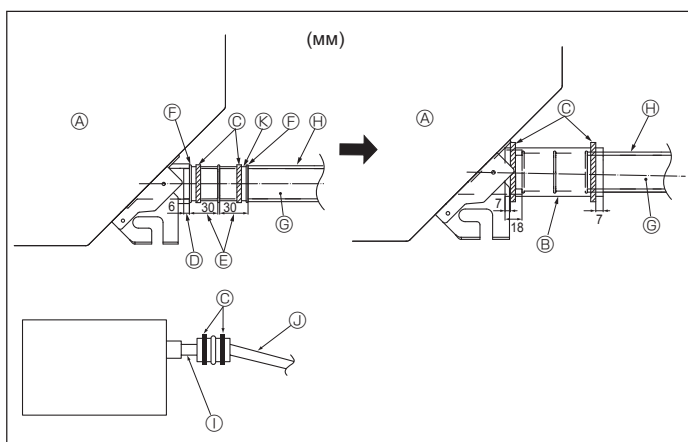

Fig. 3-5
1. Подсоедините соединительную муфту для дренажа (входит в комплект поставки прибора) к дренажному порту. (Fig. 3-5) (Закрепите трубу с помощью клея ПВХ, а затем с помощью ленты.)